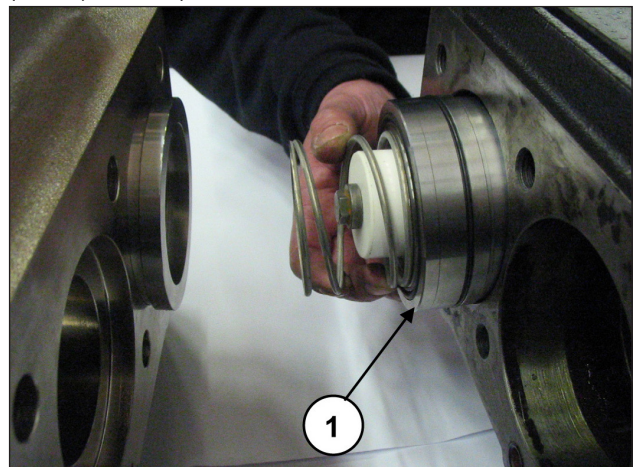

Abb. 154
Schieben Sie die Kolbenführung durch Drehen der Welle soweit vor, dass der mitgetriebene Dorn den Dichtungshalter, die Feder und die gesamte Kolbenbaugruppe herausdrückt (Pos. ①, Abb. 154).